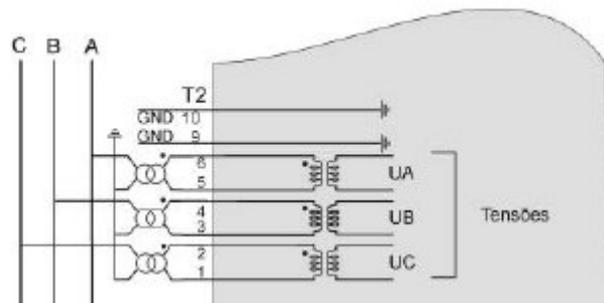

Figura 2: montagem para as entradas de tensão do relé TPU S420
- As ligações das entradas de tensão do relé deverão ser feitas de modo similar à figura 2, sem considerar a existência de transformadores de medida.